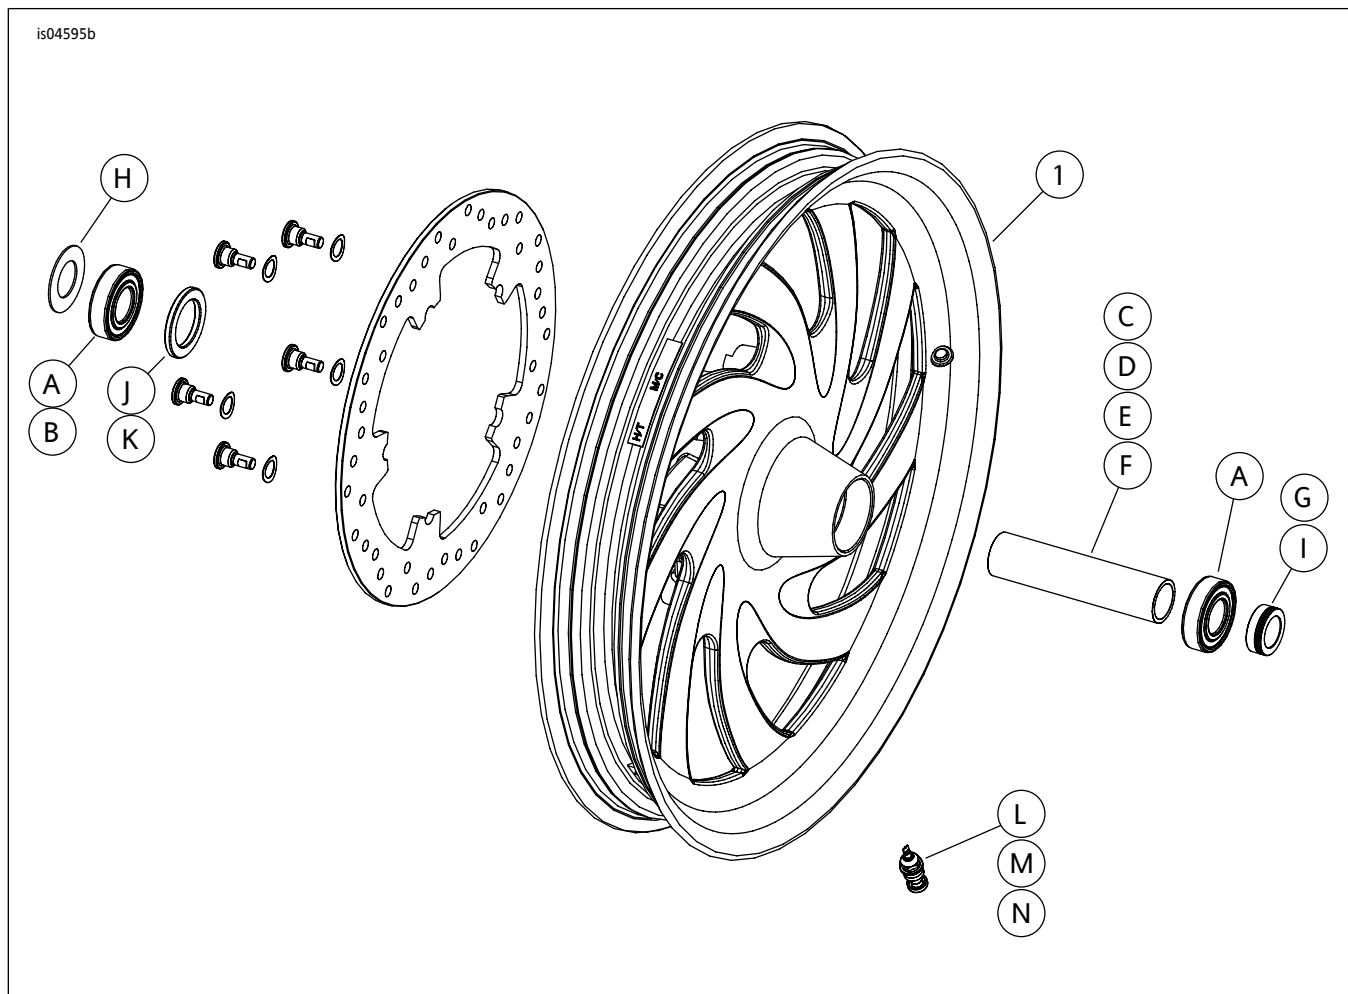

图2。维修零件：Typhoon盘形前轮（图示为19英寸车轮）
2. 参见图2。在车轮上安装阀杆组件(M)。参阅维修手册中的“轮胎”部分。